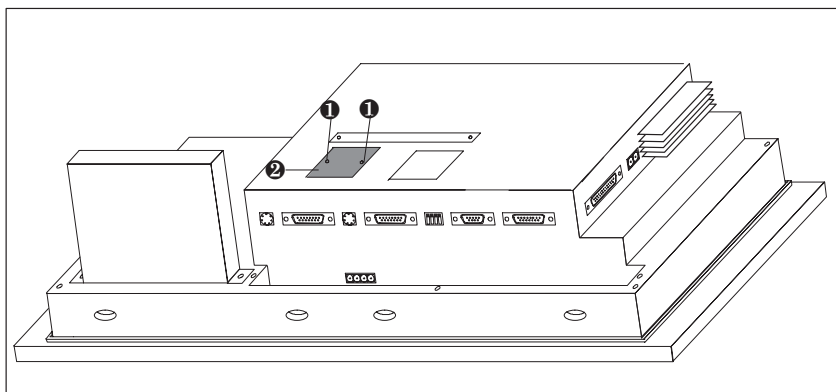

Figura 18-4 Quitar la cubierta (ejemplo OP37)
2. Afloje dos remaches entallados ❶ y retire la cubierta marcada con ❷ en la figura 18-4 de la pared trasera del OP.